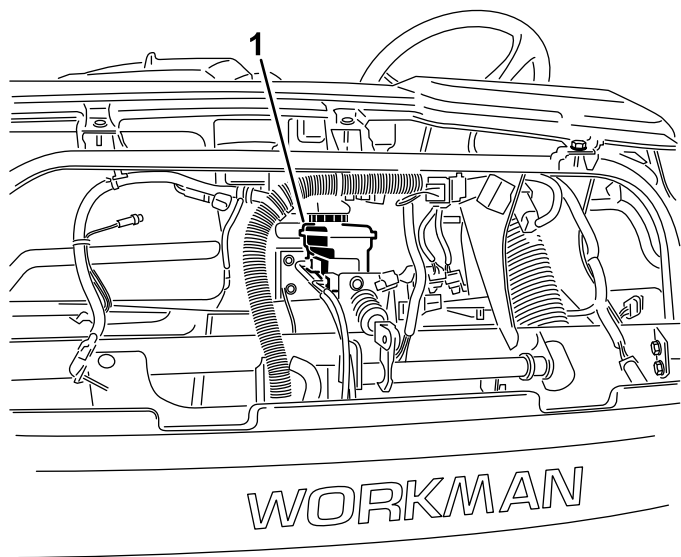

Рисунок 25
**Примечание:** Для доступа к бачку с передней стороны автомобиля можно снять капот (Рисунок 25).